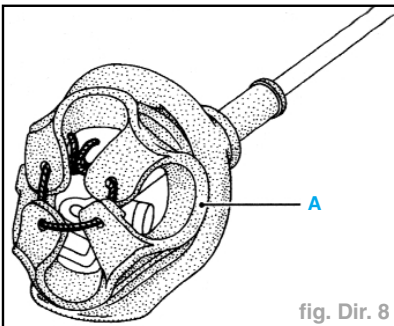

fig. Dir. 8
- le soufflet (A) de tablier et le déposer avec la colonne de direction. (fig. Dir. 8).
Nota : Relier les oreilles, à l'aide d'une ficelle, afin de faciliter la pose (fig. Dir. 8).